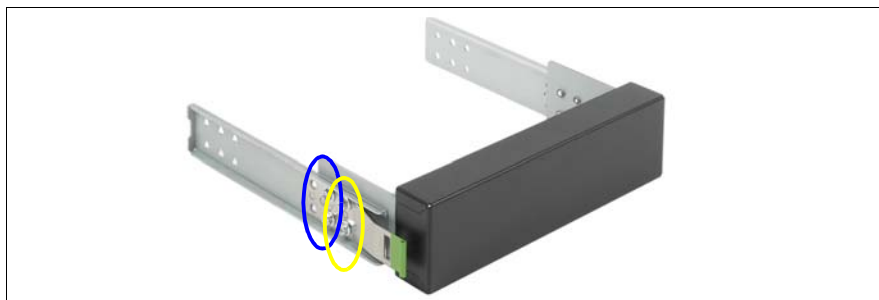

図 13: イージークリックレールの取り外し
- ▶ 両側に 4 本ずつあるネジを取り外し、イーजीクリックレールをダミーカバーから取り外します (40 ページ の図 13 を参照)。